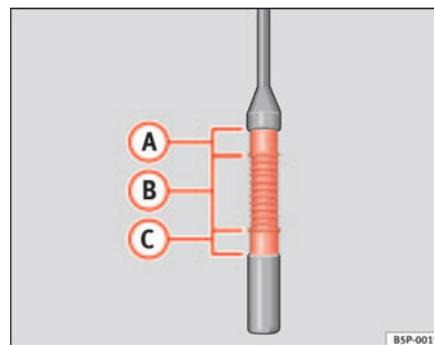

Fig. 154 Asta di misurazione livello olio motore.
- Estrarre nuovamente l'astina di misurazione e rilevare il livello dell'olio sull'estremità inferiore ⇒ fig. 154.
Non aggiungere olio se il livello si trova nel settore ⇒ pag. 214, fig. 154 **(A)**.